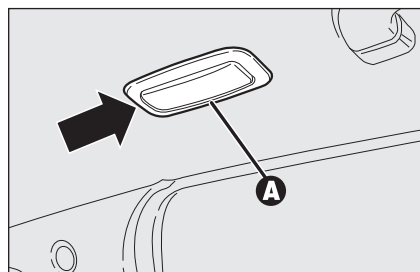

fig. 44
- estrarre la plafoniera **A-fig. 44** agendo nel punto indicato dalla freccia;